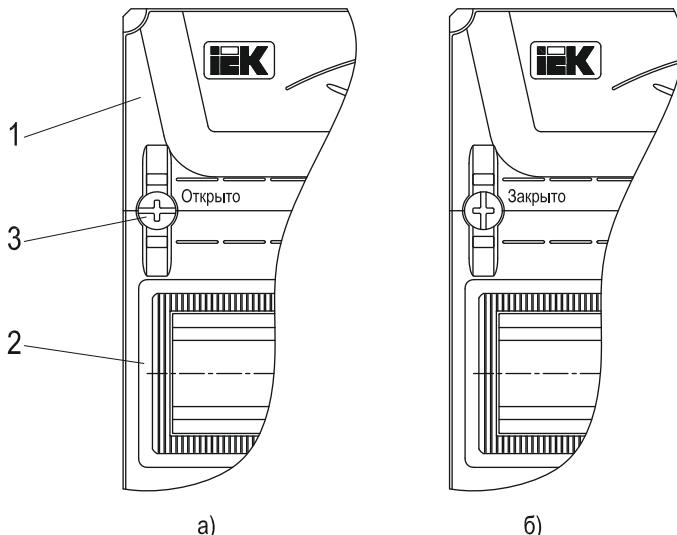

Рисунок 2 – Оперативная панель
4.5 Оперативная панель выполнена сборной, состоящей из торцевых (1) и линейных (2) модулей и крепежных клипс (3) (рисунок 2). На линейных модулях имеются окна для выхода модульной электроаппаратуры, в нижнее окно установлена заглушка (только для корпусов с двумя окнами и более).
6.1 Открыть дверь корпуса и посредством отвёртки повернуть крепёжные клипсы на оперативной панели на угол 90° (шильди на головке клипсы должен встать параллельно Т-образной направляющей TH35-7,5 (ГОСТ IEC 60715)), при этом панель отщелкнётся со стоек, и ее можно снять (рисунок 2а). Торцевым гаечным ключом на 10 мм открутить гайки и демонтировать из оболочки монтажную раму.
6.5 Установить оперативную панель. Для этого повернуть крепёжные клипсы таким образом, чтобы шлиц на головке встал перпендикулярно Т-образной направляющей TH35-7,5 (ГОСТ IEC 60715), и надавить на них, при этом панель защелкнётся в стойке (рисунок 2б).